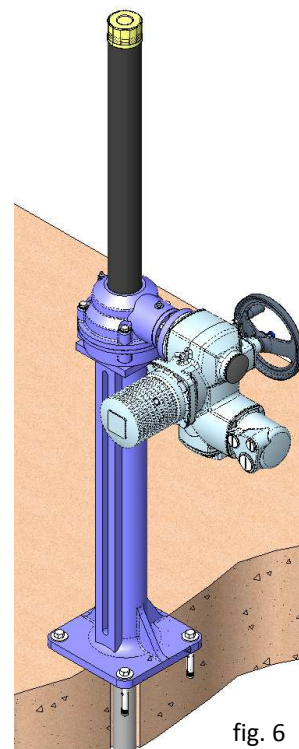

fig. 6
- Placer la colonne de manœuvre à son emplacement (fig. 6) et effectuer les trous pour les ancrages en l'utilisant comme patron.
- Placer le système d'actionnement sur la colonne et procéder à son vissage (fig. 6).